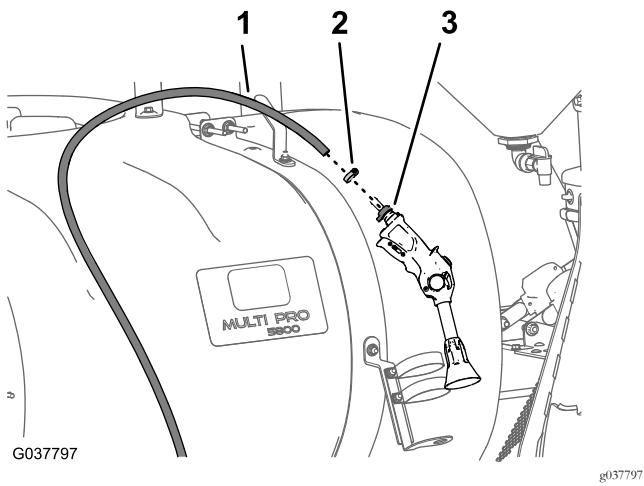

图39
- 取下将供水软管固定至喷枪软管倒钩的软管夹 图39。
2. 从软管倒钩上取下软管 图39。